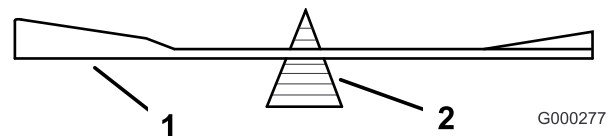
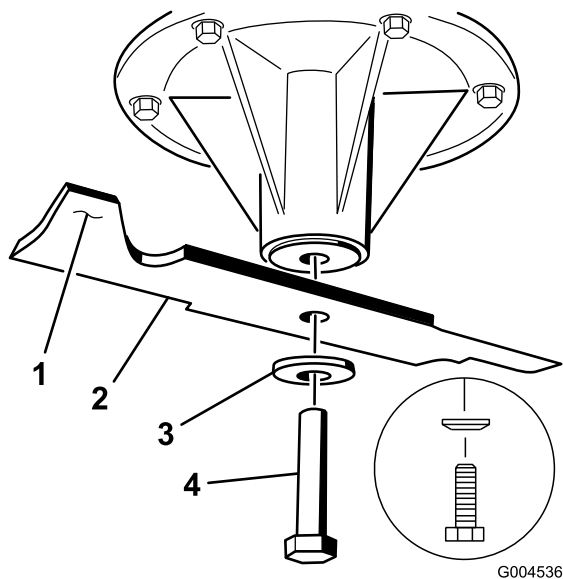

Figura 94
Figura 95
2. Verifique el equilibrio de la cuchilla colocándola sobre un equilibrador de cuchillas (Figura 94). Si la cuchilla se mantiene horizontal, está equilibrada y puede utilizarse. Si la cuchilla no está equilibrada, rebaje algo el metal en la parte de la vela solamente (Figura 95). Repita este procedimiento hasta que la cuchilla esté equilibrada.
1. Instale la cuchilla en el eje (Figura 95).
2. Instale la arandela de muelle y el perno de la cuchilla. El cono de la arandela de muelle debe estar orientado hacia la cabeza del perno (Figura 95). Apriete el perno de la cuchilla a 115–150 Nm (85–110 pies-libra).